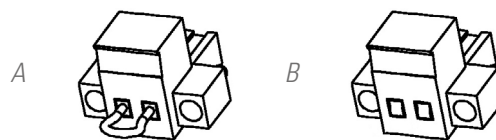

Fig. 19. Connecteur pour l'EPO externe.
- Ou lors d'enlever le connecteur femelle du socle où il est inséré. Ce connecteur a un câble relié à mode de pont qui ferme le circuit [voir Fig. 19-A].
- Ou lors d'agir sur la touche externe à l'équipement, propriété de l'utilisateur et installé entre les terminaux du connecteur [voir Fig. 19-B]. La connexion dans la touche devra être sur le contact normalement fermé -NF-, par ce que le circuit s'ouvrira lors de l'actionnement.